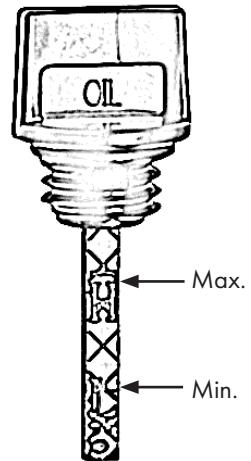

Bild 7
- Läs av oljenivån, se även bild 7.
**Det måste finnas en oljefilm mellan den övre och den nedre markeringen. Om det inte finns någon oljefilm är oljenivån för låg, bild 7. Fyll på med mer olja. H-High står för maximum. L-Low står för minimum.**